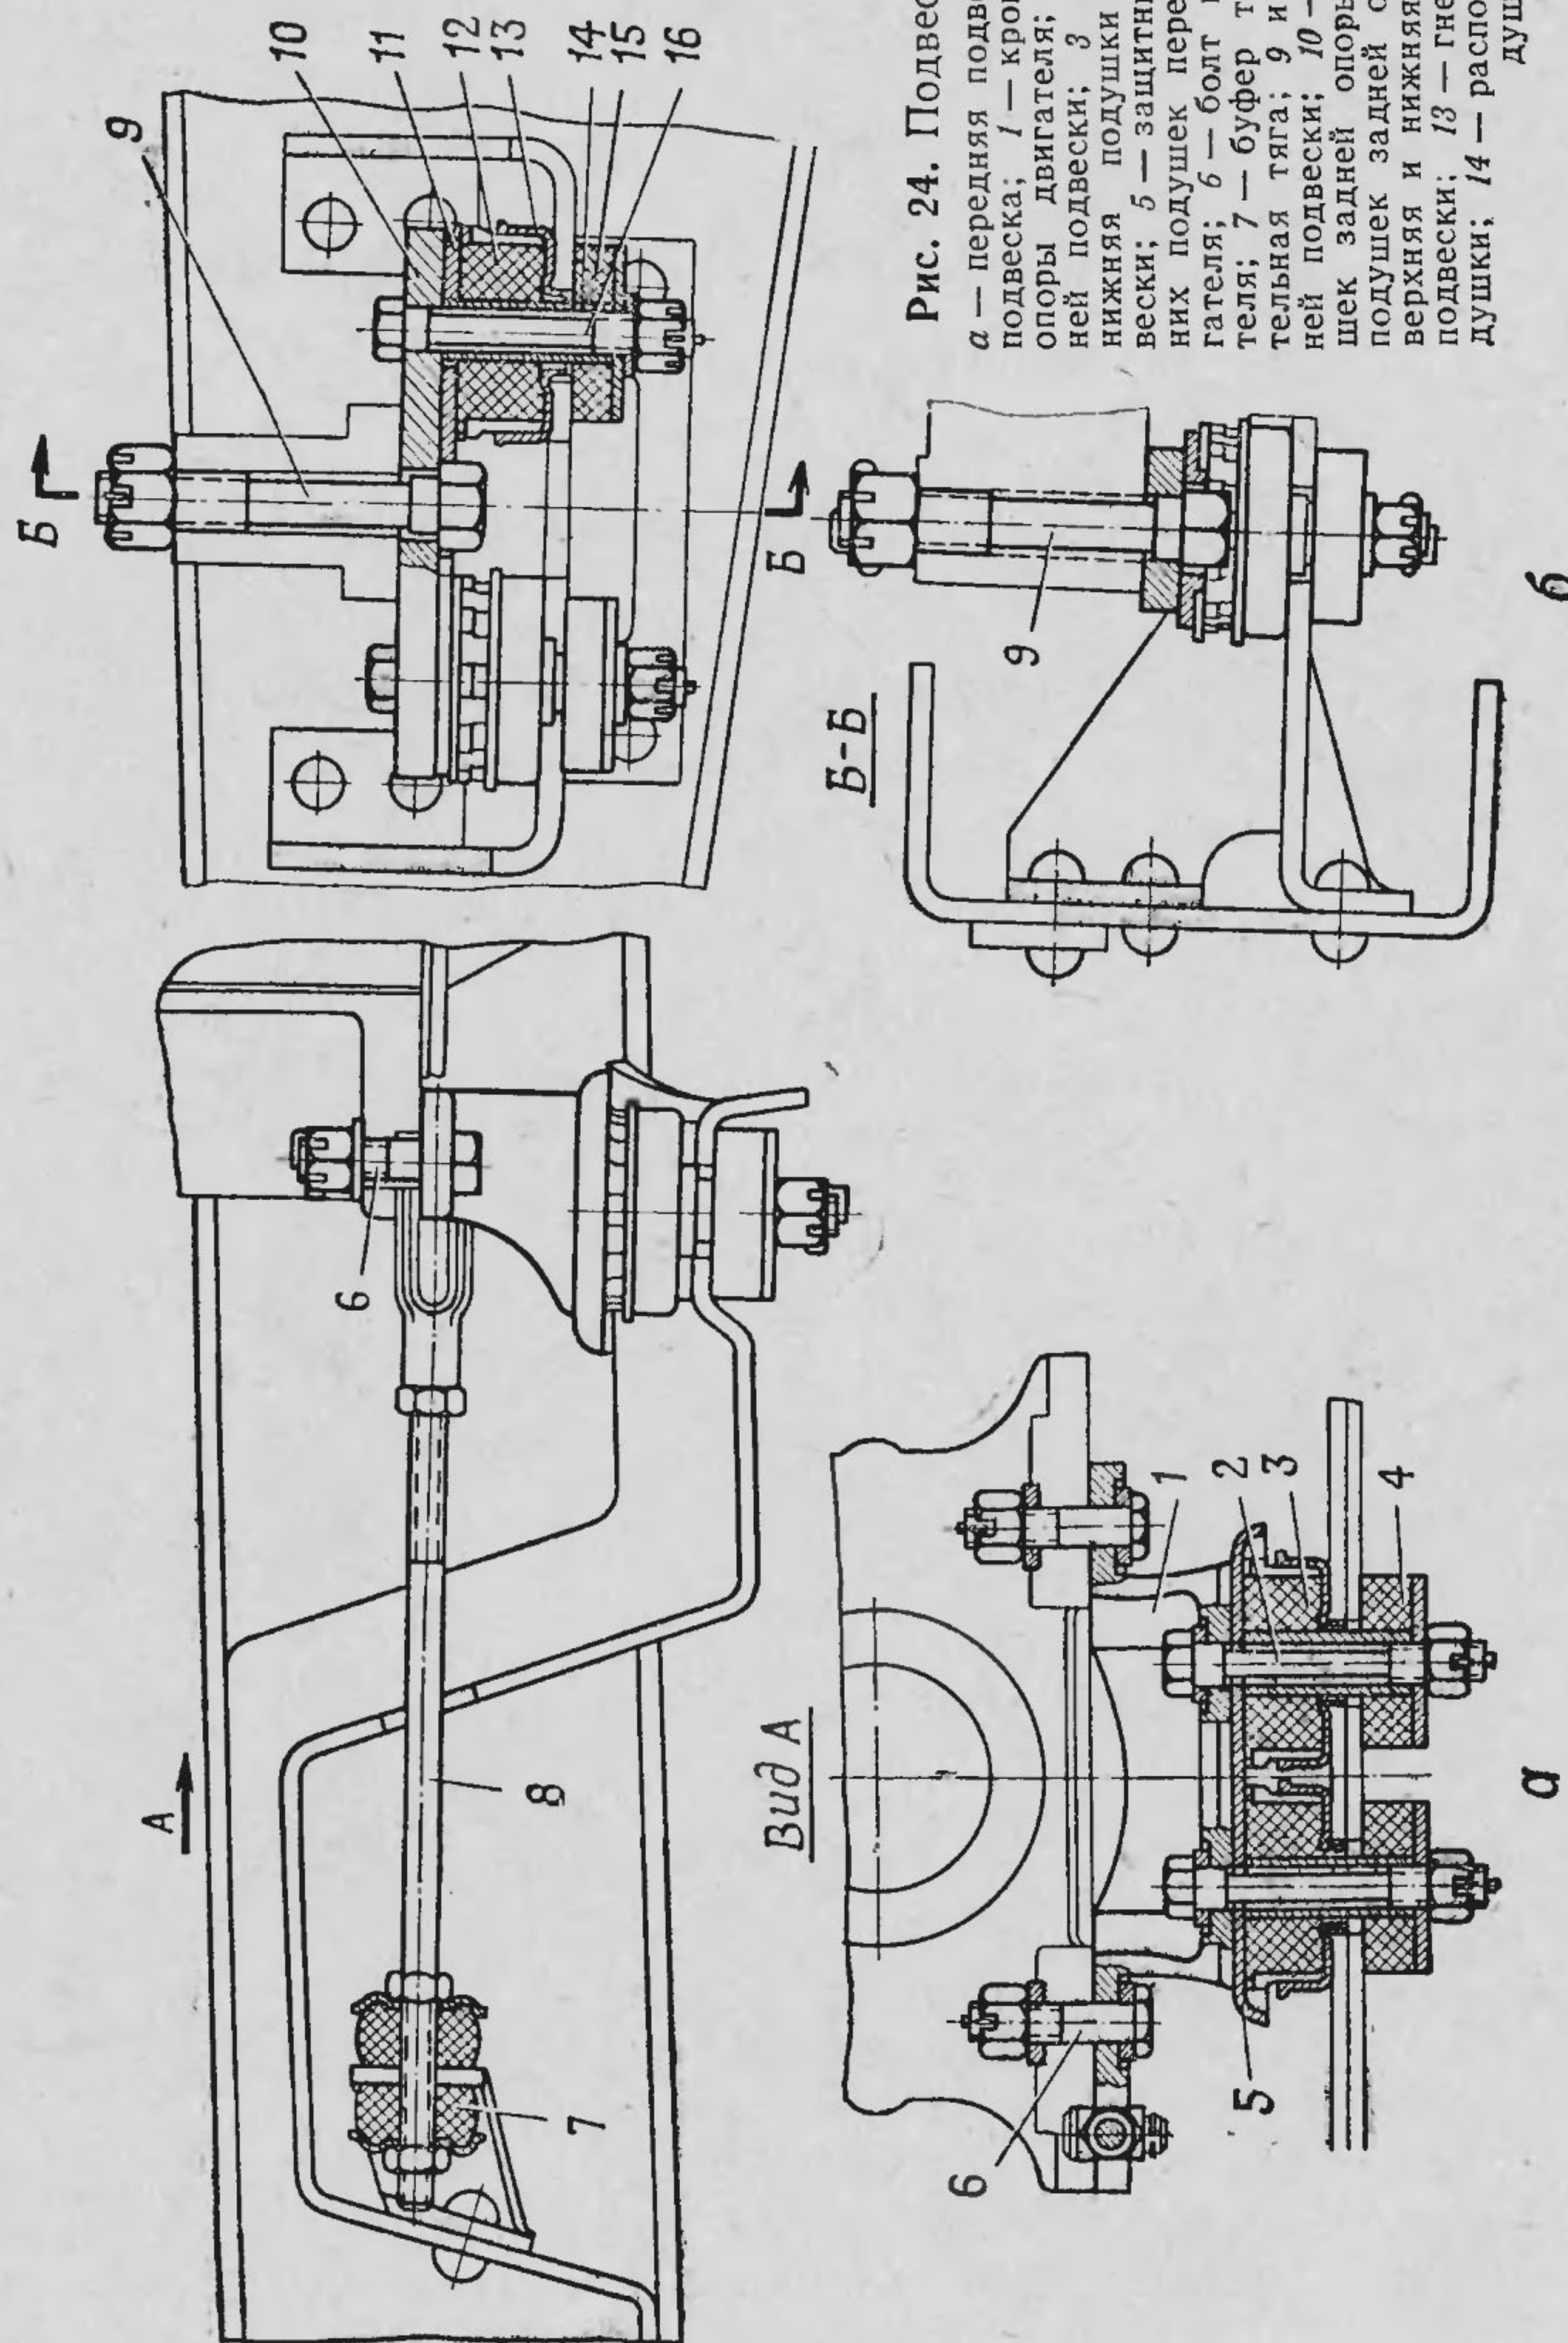

Рис. 24. Подвеска двигателя:
6. Подтянуть гайки болтов 2 (рис. 24) передней и 9 и 16 задней подвесок двигателя и реактивной штанги. Момент затяжки гаек болтов 9 задней подвески должен быть 20—25 $\text{кг} \cdot \text{м}$, а гаек болтов 2 и 16 соответственно передней и задней подвесок — 8—10 $\text{кг} \cdot \text{м}$.